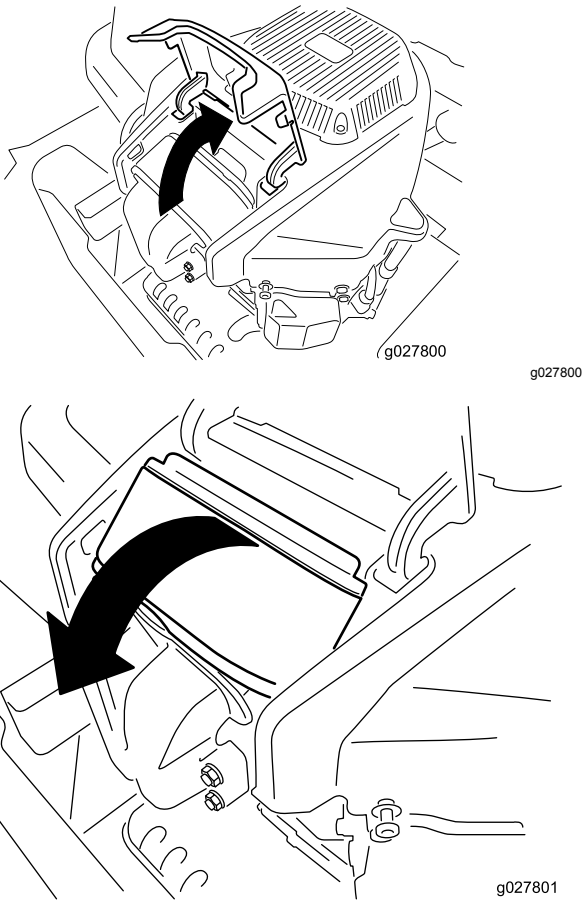

Figura 69
4. Retire la tapa y gire el limpiador de aire para retirarlo del motor (Figura 69).